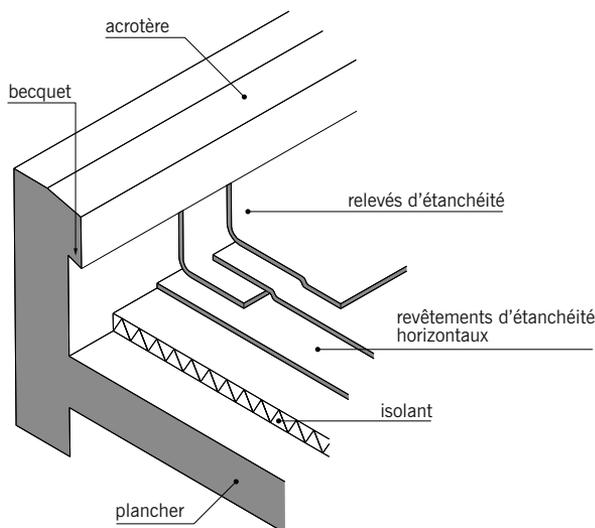

fig. 4.18
■ L'**acrotère** (fig. 4.18) : muret en béton armé situé en bordure d'une toiture-terrasse. L'acrotère est dit **bas** lorsque sa hauteur, mesurée par rapport à la couche de protection, est inférieure à 30-cm et **haut** dans le cas contraire. Un acrotère haut peut faire office de garde-corps dans le cas d'une toiture-terrasse accessible. La partie saillante de l'acrotère empêchant l'eau de pluie de s'infiltrer derrière le **relevé d'étanchéité** est parfois appelée **becquet**.
■ Le **relevé d'étanchéité** (fig. 4.18) : revêtement d'étanchéité appliqué verticalement contre un relief de la toiture (acrotère, souche de cheminée...) et en continuité avec le revêtement d'étanchéité horizontal.